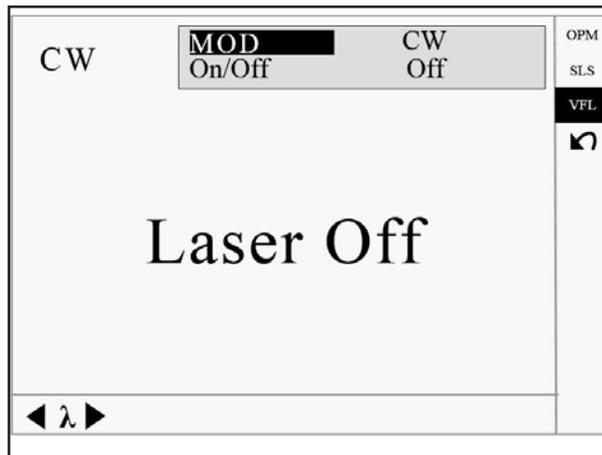

Figura 4-14. Configuraciones del localizador de fallas visibles
2. Utilice ◀ y ▶ para alternar entre los modos de funcionamiento VFL. Presione **Enter** (Ingresar) para ingresar a la interfaz de configuración de VFL (figura 4-14).